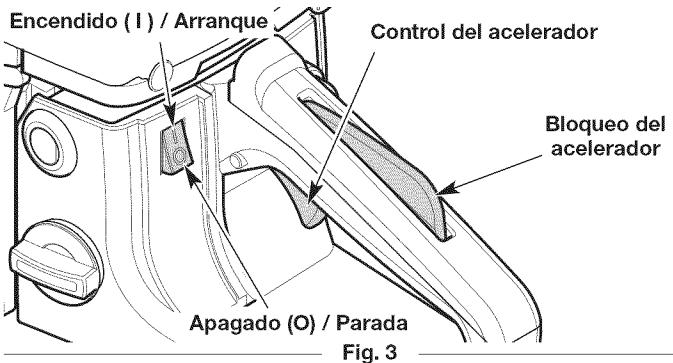

Fig. 3
5. Mueva el interruptor de encendido/apagado a la posición **On** (encendido) (Fig. 3).
- NOTA: NO** toque el control del acelerador hasta el paso 14 (Fig. 3).
8. **NO** toque el control del acelerador (Fig. 3). Coloque la unidad sobre una superficie plana y nivelada. Despeje el área de cualquier objeto que podría entrar en contacto con la cadena de la sierra.
2. Mueva el interruptor de encendido/apagado a la posición **Off** (apagado) (Fig. 3). Espere a que la cadena de la sierra se haya detenido completamente.